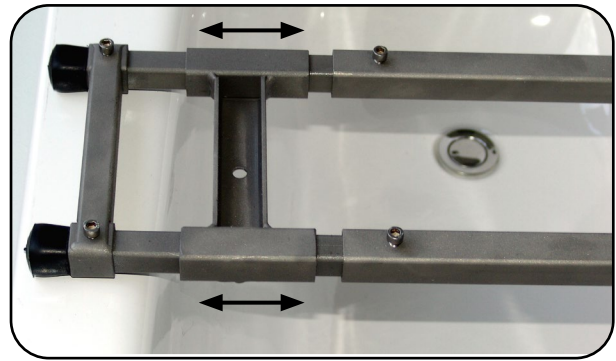

Abbildung 28
8. Bei der doppelt teleskopierbaren Wannenauflage besteht zusätzlich die Möglichkeit, die Strebe der Druckstückaufnahme auf den Teleskoprohren zu verschieben (siehe Abbildung 28).